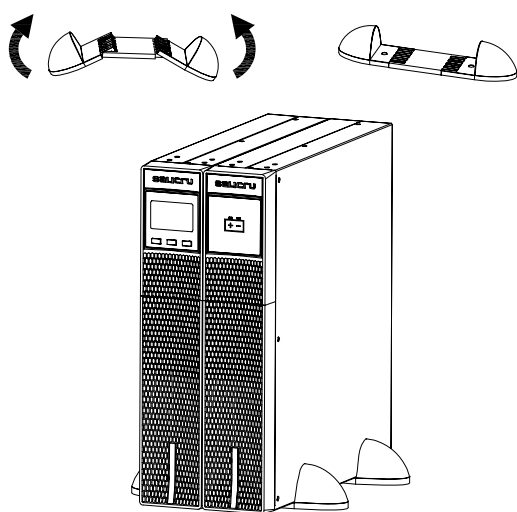

Fig. 9. Modelo en montaje vertical -tipo torre- con extensión autonomía (módulo de baterías).
- En las Fig. 5 a Fig. 9 se representa a modo de ejemplo el grafismo de un equipo o de éste con su módulo de baterías. Estas ilustraciones son de ayuda y orientación en los pasos a seguir y no pretenden en ningún caso particularizar las instrucciones a un solo modelo, aunque en la práctica las acciones a realizar son siempre las mismas para todos ellos.
- Colocar el SAI y el módulo de baterías de pie entre las dos bases (ver la Fig. 9) y a una distancia de 70 mm desde cada extremo, tal como se muestra en la Fig. 7.
Conectar el cable de toma de tierra incluido en la manguera a los correspondientes puntos identificados, sean borne o tornillo (ver Fig. 9).